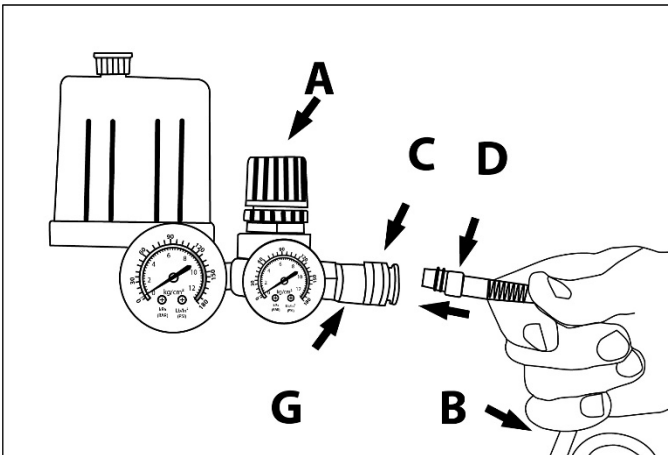

Рис. 1
4. Один конец спиралеобразного шланга оканчивается штуцером **D**. Вставьте ее с нажимом в выходное отверстие **C** на компрессоре (рис. 1). При правильном подсоединении слышится характерный металлический щелчок.
8. По окончании работы перекройте струю сжатого воздуха, повернув ручку **A** против часовой стрелки. Некоторое время продолжайте работать пневмоинструментом, пока не убедитесь, что остаточный воздух больше на него не поступает. После этого отключите шланг от компрессора, оттянув назад наружное кольцо **G** (рис. 1). Отсоединив шланг, можно отсоединить штуцер **E** пневмоинструмента. Для этого повторите те же действия, что и при подсоединении штуцера **D** (рис. 1).